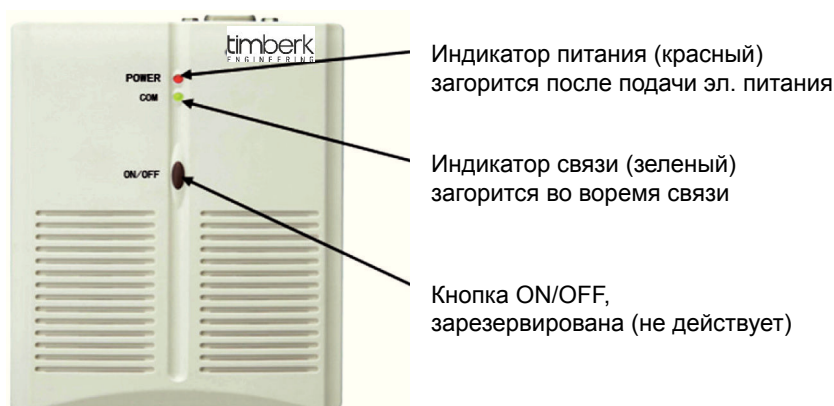

Рис. 7.7
7.2.3 Коммуникационный модуль ME30-00/E2 (рис. 7.7)